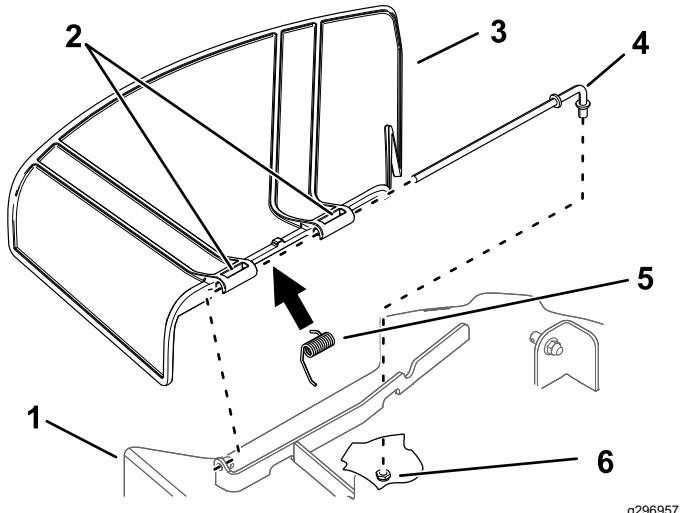

Figure 68
- Retirez l'écrou (3/8 po) de la tige, sous le tablier de coupe (Figure 68).
2. Sortez la tige du support du tablier, du ressort et du déflecteur d'herbe (Figure 68).
4. Montez le nouveau déflecteur d'herbe (Figure 68).
7. Insérez la tige dans le second pivot du déflecteur d'herbe (Figure 68).
9. Fixez l'extrémité arrière de la tige dans le tablier de coupe à l'aide d'un écrou (3/8 po), comme montré à la Figure 68.